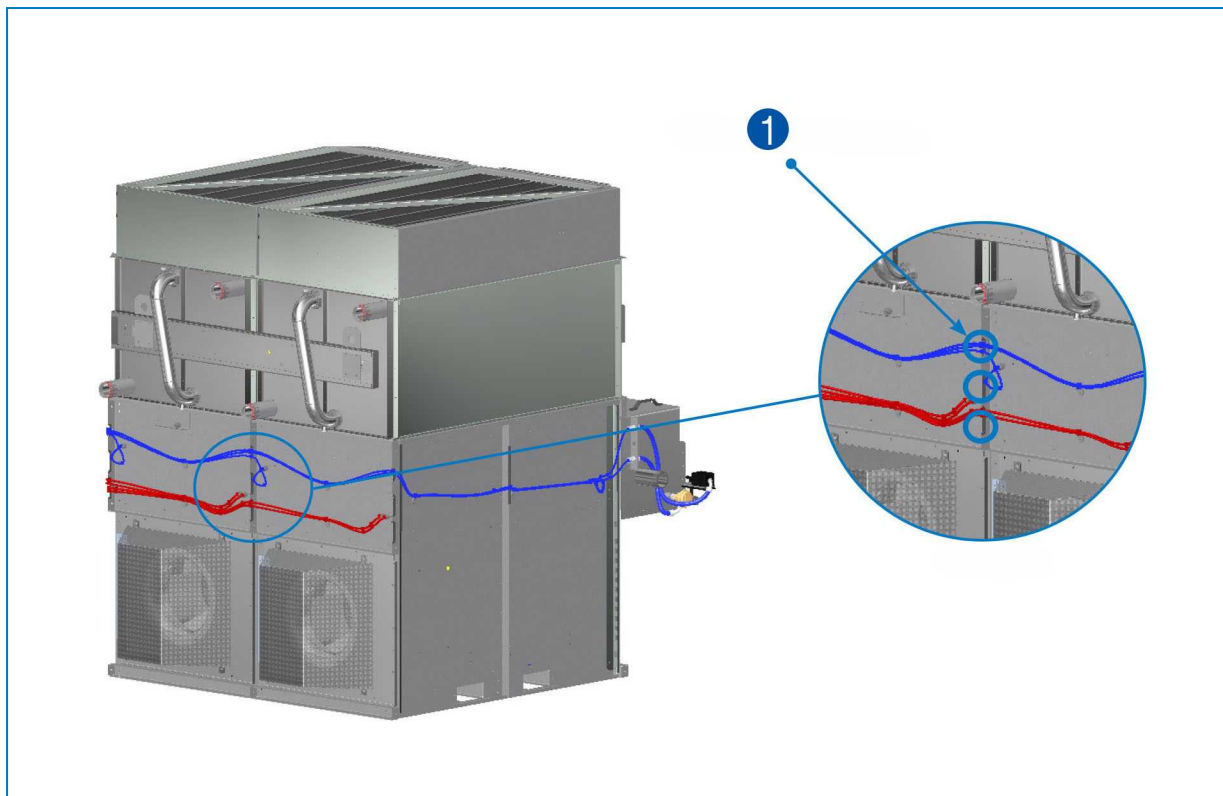

Рис. 16. Провод электропитания вентилятора (красного цвета) — 1. Прорези для прокладки проводов
4. Проложите провод электропитания вентилятора через третью прорезь сверху и крепление для провода, затем закрепите его на изделии с помощью кабельных стяжек. Для устройств NXF-0603В в случае необходимости можно использовать вторую прорезь (посередине) для провода электропитания вентилятора. См. рисунок 16.